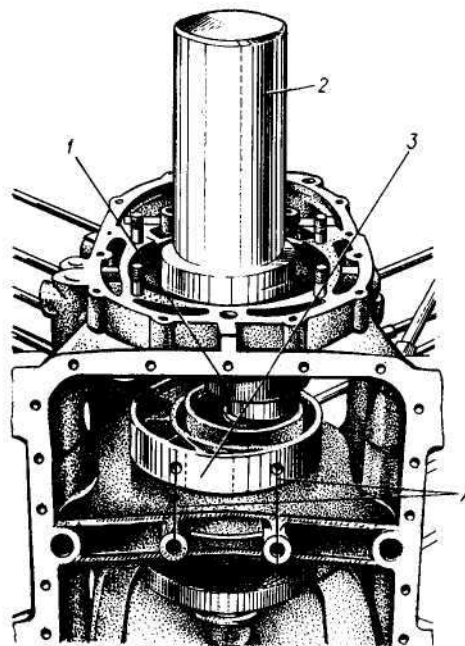

Рис. 48. Запрессовка средней опоры в сборе с коленчатым валом в картер:
- наметьте рисками на внутренней перегородке картера и на торце средней опоры оси отверстий крепления опоры (рис. 48);
- установите картер на стол прессы торцом со стороны маховика. Введите в картер коленчатый вал в сборе со средней опорой и совместите риски A (рис. 48) на картере и средней опоре. Установите технологическую оправку на торец коленчатого вала (со стороны лыски на шейке) и запрессуйте опору в гнездо картера;